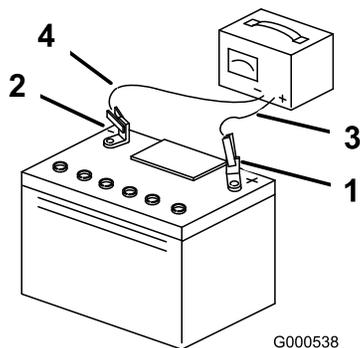

Рисунок 55
5. После полной зарядки аккумулятора отсоедините зарядное устройство от электророзетки и штырей аккумулятора (Рисунок 55).